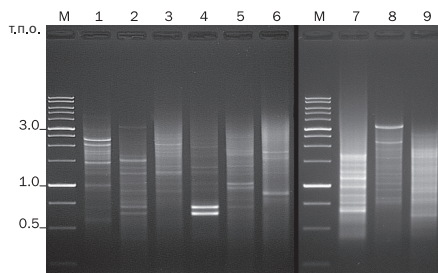

Рисунок 3 — результат геле-электрофореза (1.2 % агароза) образцов дц-кДНК из различных источников, приготовленных с помощью набора Mint kit:
- Как правило, распределение длин молекул в образце дц-кДНК примерно соответствует распределению длин в образце исходной РНК. Для большинства образцов из тканей млекопитающих дц-кДНК, обогащенная полноразмерными последовательностями, выглядит на геле как шмер длиной от 0.5 до 6 т.п.о. дц-кДНК из других организмов может иметь меньший размер, например, до 3 т.п.о. (Рисунок 3).